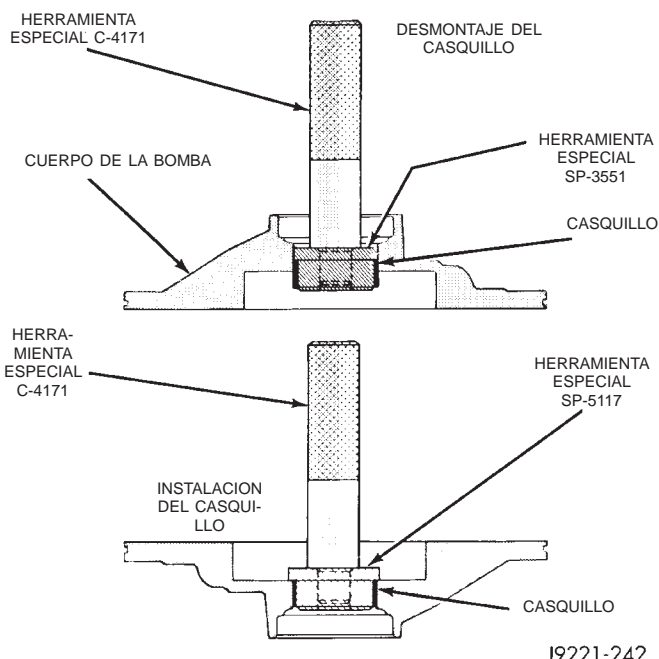

Fig. 126 Desmontaje del casquillo de la bomba de aceite
(1) Retire el casquillo de la bomba con el mango C-4171 y el extractor de casquillos SP-3551 del juego de herramientas C-3887-J (Fig. 126).
(2) Instale un casquillo de bomba nuevo con el mango C-4171 y el instalador de casquillos SP-5117 (Fig. 126). El casquillo debería estar al ras del hueco del cuerpo de la bomba.